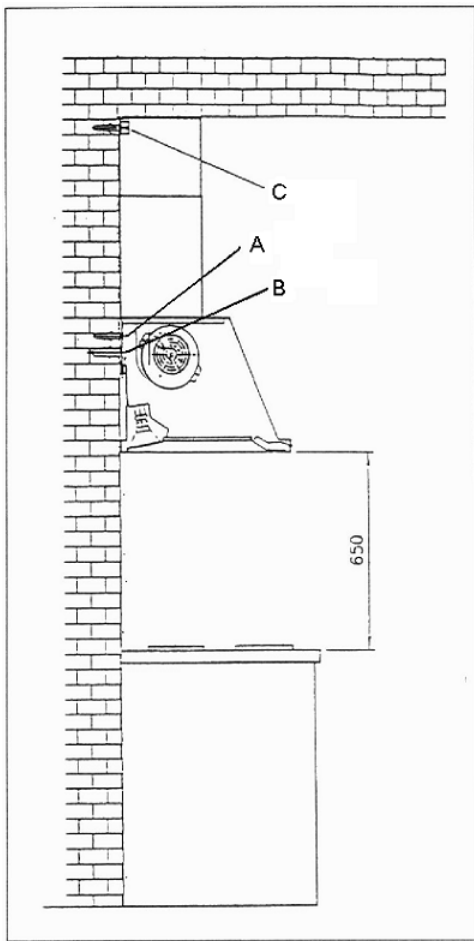

FIG. 1
Apparatens installationsläge (Fig. 1) måste vara på ett avstånd på minst 65 cm från hällen. Den får inte installeras ovanför kaminer med en övre värmeplatta.
- Blockeringskilar (Fig. 1 - A).
- Upphångnings- och nivelleringskilar (Fig. 1 - B).
- Bygel och fästskruv för att fästa kaminen vid väggen (Fig. 1 - C).
Apparatet (fig. 1) må ha en minimumsavstand fra flatetoppen på 65 cm. Apparatet må ikke plasseres over ovner med en glødende plate øverst. Luftavsugget må være i samsvar med gjeldende standarder.
- Låseplugg (fig. 1 - A).
- Opphengs- og nivelleringsplugg (fig. 1 - B).
- Konsoll og skruer for festing av røkrøret til veggen (fig. 1 - C).